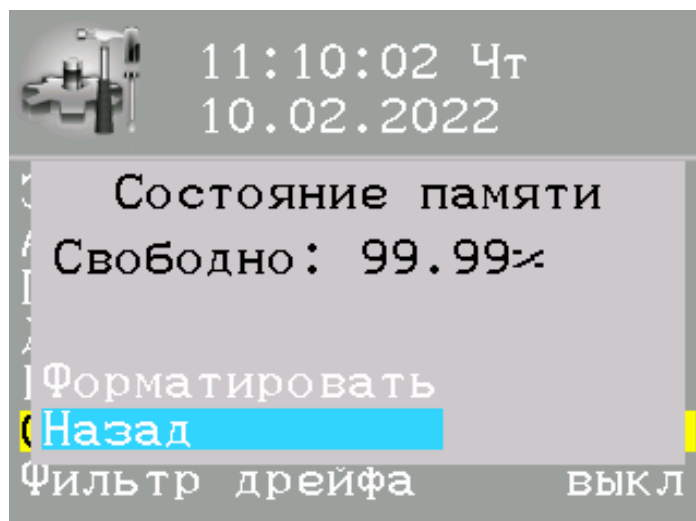

Рисунок 13 – Изображение подменю проверки памяти
- **СОСТОЯНИЕ ПАМЯТИ**. Проверяется свободный для записи объем памяти. В этом режиме также производится форматирование памяти, во время форматирования памяти стираются все записи. Для входа в режим проверки нажать кнопку "ПУСК". На дисплее появится подменю проверки объема свободной памяти (см. рисунок 13).